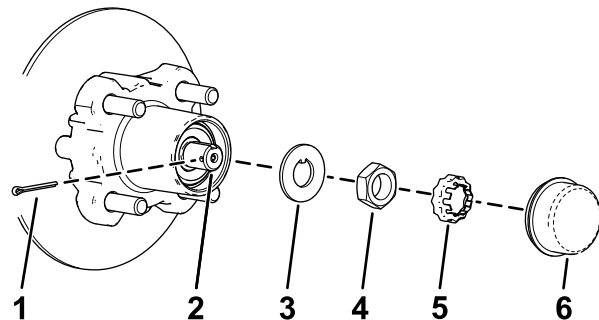
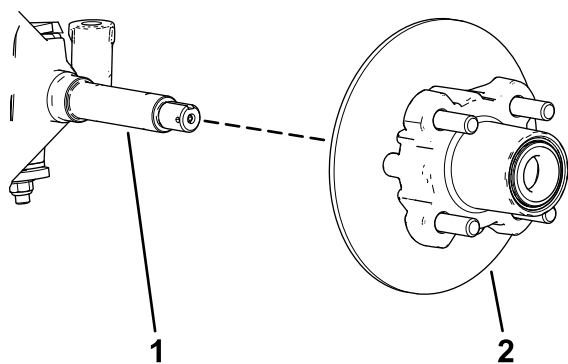

図 32
図 33
4. ハブからダストキャップを取る 図 32。
5. スピンドルとスピンドルナットから、コッターピンとナットリテーナを外す 図 32。
6. スピンドルからスピンドルナットを外し、スピンドルからハブローラアセンブリを取り出す 図 32 と 図 33。